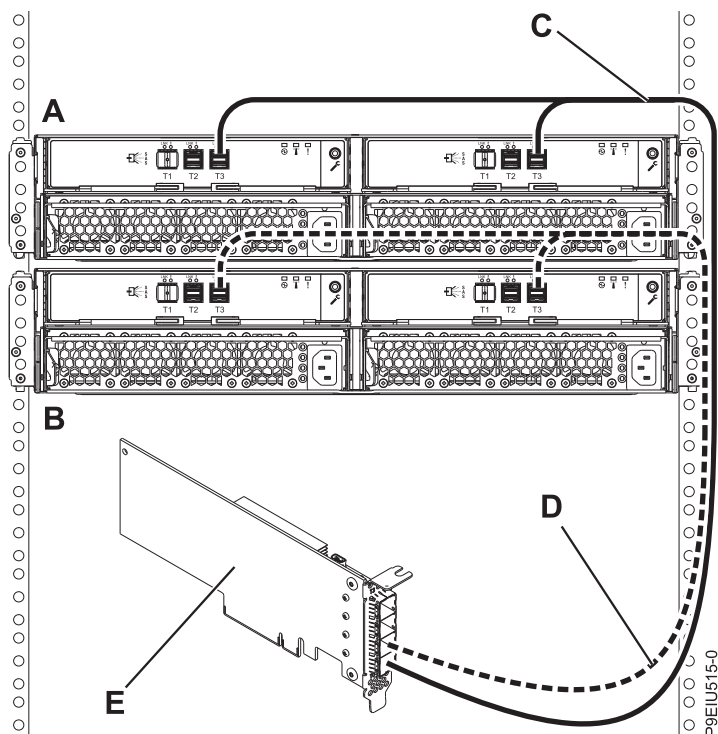

図 14. 単一 FC EJ0J SAS アダプターまたは FC EJ0M SAS アダプターへの YO12 ケーブルを使用した、2 台の ESLL または ESLS ストレージ・エンクロージャーのモード 1 接続
14. 17 ページの図 14 に示すように、YO12 ケーブル (C および D) を使用して単一 FC EJ0J アダプターまたは FC EJ0M SAS アダプター (E) への 2 台のエンクロージャー (A および B) のモード 1 接続を実行してから、23 ページの『ケーブルと電源コードの接続およびカバーの取り付け』に進みます。